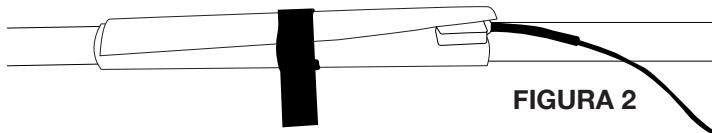

FIGURA 2
6. Envuelva la manta calefactora para PVC alrededor del conducto hasta que se ajuste bien y asegúrela con la correa de velcro. La manta debe solapar la carcasa del termostato. (FIGURA 2)